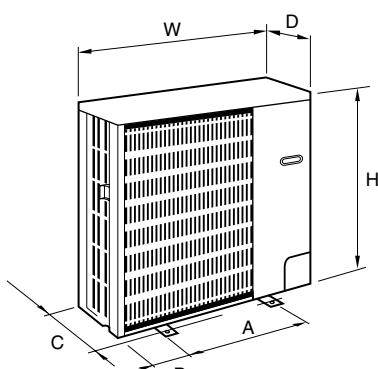

Fig. 2-2
2.3. Контурные габариты (Наружный прибор) (Fig. 2-2) (мм)